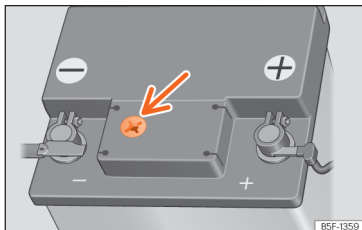

Fig. 188 Janela de inspeção na parte superior da bateria de 12 volts (representação esquemática).
- Verifique o indicador de cor na janela de inspeção, na parte superior da bateria » » » Fig. 188.